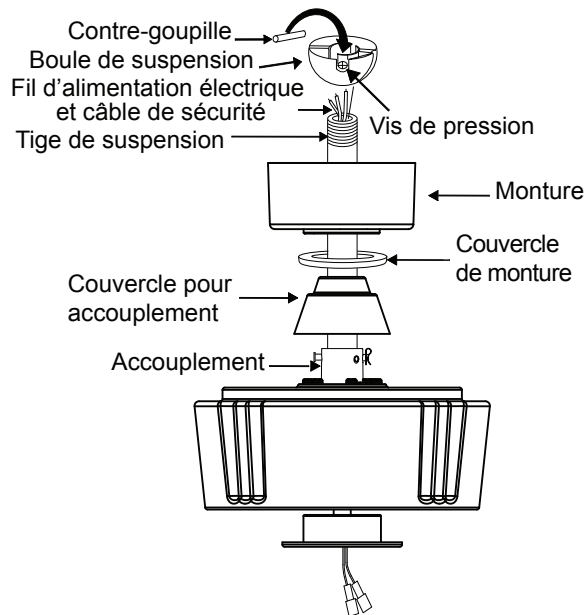

Fig. 10
**Étape 8.** Faites glisser le couvercle pour accouplement, le couvercle de monture et la monture sur la tige de suspension. (Fig. 10)